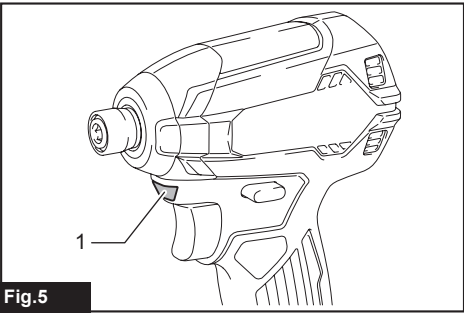

Fig.5
► **Рис.5:** 1. Рычаг реверсивного переключателя